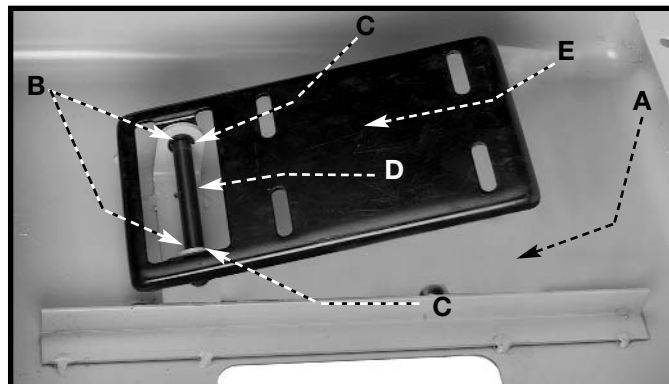

Fig. 5
1. Coloque la parte superior de la base de soporte (A), Fig. 5, sobre una superficie plana.
2. Alinee los dos agujeros de la placa de montaje del motor (E) Fig. 5 con los dos agujeros (B) de la parte superior de la base de soporte (A).
3. Introduzca el eje (D) a través de los agujeros de la placa de montaje del motor y los agujeros de la parte superior de la base de soporte.
4. Sujete los dos anillos en "C" (C) Fig. 5 al eje.